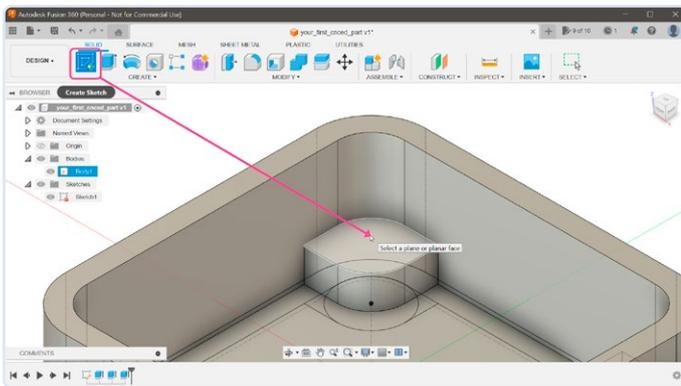

Bild 13. Einrichten der Gewindebohrung in den Schraubdom.
13) Es wäre schön, wenn diese Stützen Schraublöcher hätten. Wir haben zwar bereits die XY-Position dieser Löcher (die Mittelpunkte der Kreise), aber sie befinden sich in den verschiedenen Z-Positionen, nämlich auf der Unterseite des Gehäuses. Wir brauchen sie aber auf der Oberseite der Stützen. Um diese Punkte in der Höhe zu verschieben, erstellen Sie einen neuen Sketch (*Create Sketch*) und klicken auf die Oberfläche einer der Stützen, um den Sketch auf dieser Ebene zu positionieren (Bild 13).